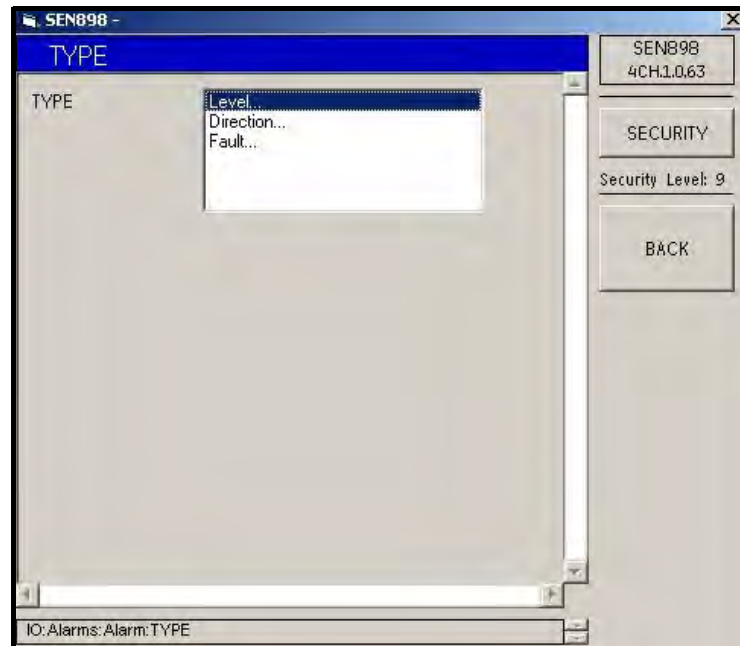

Figure 172: Options des types d'alarme
16. Pour configurer le sens de l'écoulement dans lequel l'alarme doit se déclencher, dans le menu Alarm Type Options (Options des types d'alarme) (voir la Figure 172, page 143), cliquez deux fois sur Direction... L'écran suivant s'affiche.